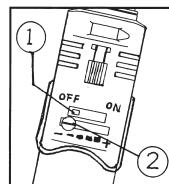

Fig. 2
1. Vri på/av-knappen fra venstre (off) til høyre (on) for tenning. Se fig. 2.
3. Vri på/av-knappen fra venstre (off) til høyre (on) for tenning. Se fig. 2